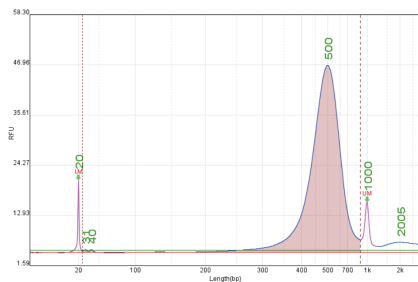

图2: Qsep100文库质量分析
11. 将PCR管简短离心, 置于磁力架上, 待溶液澄清后, 转移20  $\mu\text{L}$  上清至新的PCR管中,  $-20^\circ\text{C}$  保存。文库大小如图2所示。